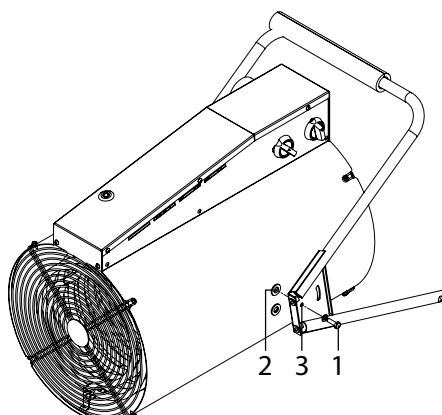

Рис. 2
Совместить отверстие в опоре (3) с верхней резьбовой гайкой (2) на корпусе и наживить болт M6x20 с шайбой (2 шт.) (1) с обеих сторон тепловентилятора (Рис. 2)
Электронагревательные элементы, после срабатывания устройства аварийного отключения, автоматически не включаются. Для возврата устройства аварийного отключения в рабочее положение необходимо нажать на кнопку сброса аварийного термостата (Рис. 2)